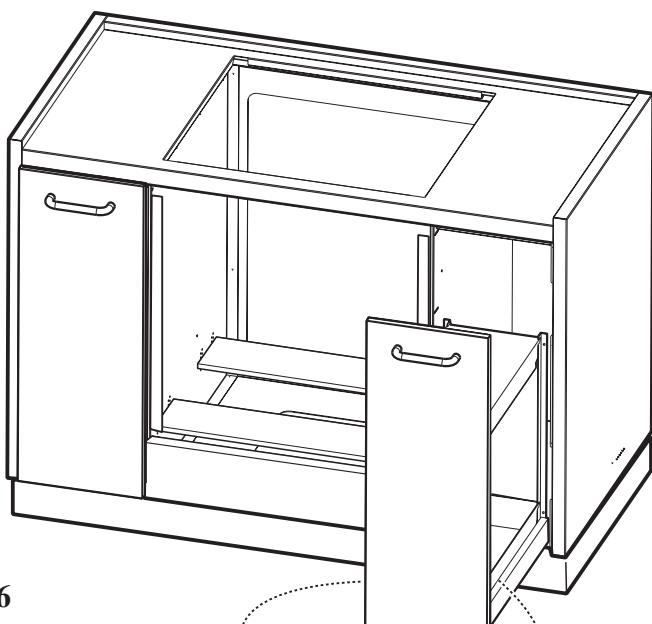

Fig. 6
9. Remonter les tiroirs (les bloquer avec les dispositifs de blocage **C** dans le cas du modèle 1200 mm ou accrocher les tiroirs aux vis **V** placées sur les glissières **Z**- fig. 1). **Fig. 6**.
10. Régler la fermeture des tiroirs extractibles en agissant sur les vis de réglage **M**. **Fig. 6**.